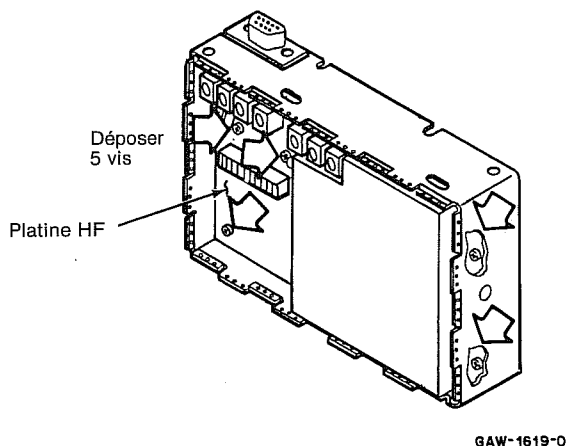

Figure 13
(1) Déposez d'abord le dissipateur thermique de l'étage final. Puis, déposez toutes les vis de montage et sortez la platine HF (voir figure 13).